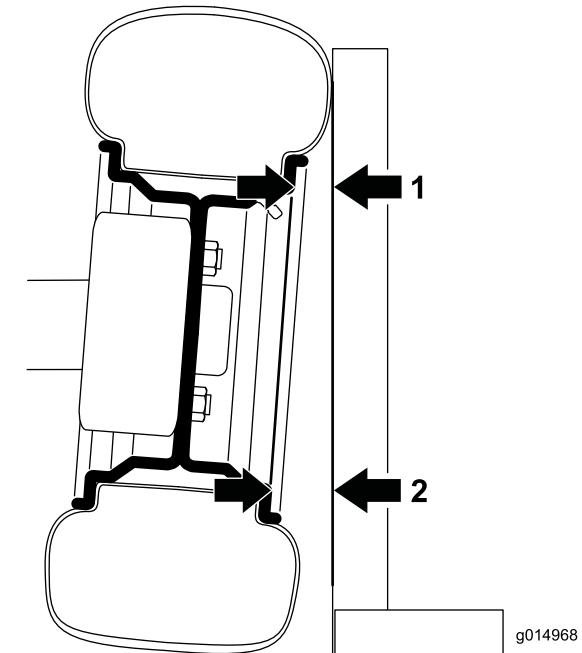

Рисунок 51
- Чтобы проверить угол раз渲а, установите 90-градусный угольник на полу таким образом, чтобы вертикальная грань касалась лицевой поверхности шины (Рисунок 51).
- Измерьте от той же части обода в верхней и нижней частях шины до угольника (Рисунок 51).